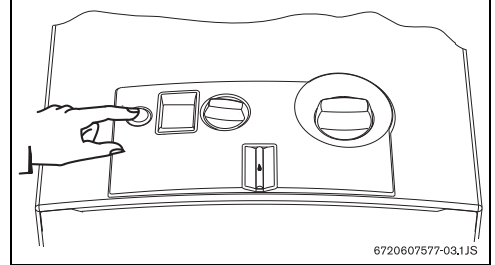

Fig. 4
► Para tal fin, basta conectar el interruptor (Fig. 4).